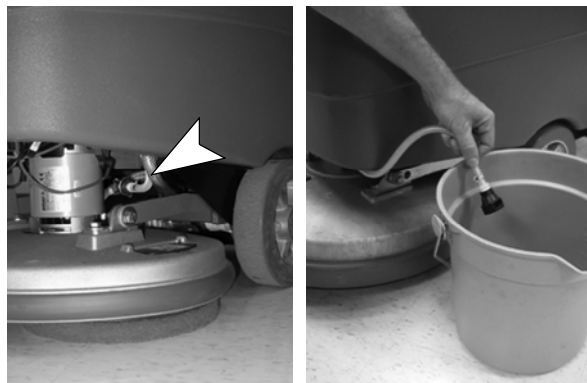

FIG. 57
3. Débranchez le connecteur noir fixé sur la tête de brossage et placez le tuyau dans un seau (Figure 57).